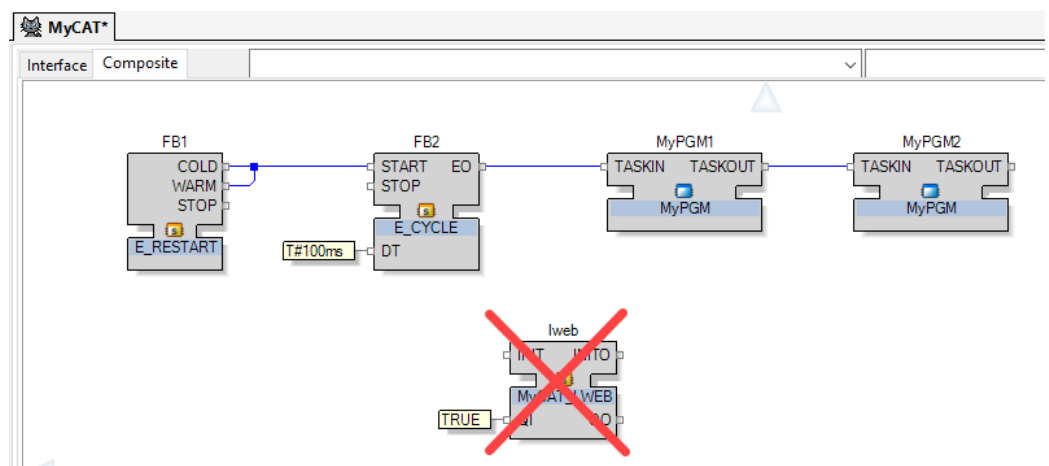

Abbildung 47: Einbetten des 61131-Programms in einen 61499 CAT.
13. Verbinden Sie die COLD- und WARM-Restart-Ausgänge mit dem START-Eingang per Drag-and-Drop zwischen den Funktionsblöcken, wie in Abbildung 47 dargestellt.